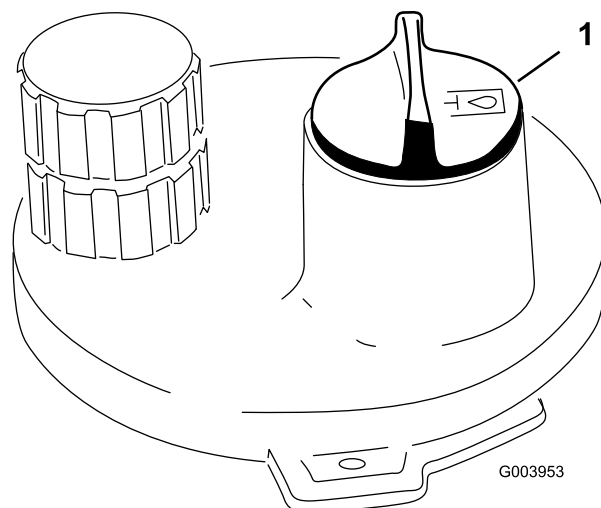

図 37
3. 油圧オイルタンクの注油口とキャップの周辺をきれいに拭く（図 37）。給油口からキャップを取る。